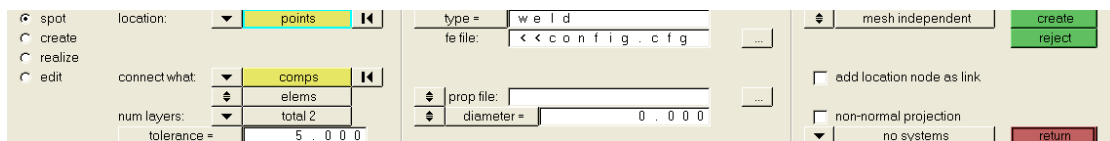

图 6-40 Spot 面板
(1) 进入 Spot 面板：在 Connector Browser 的 connector 窗口中单击右键，在弹出菜单中选择 Create > Spot，进入 spot 子面板，如图 6-40 所示。
(2) 确认当前的 component 为 Con_Frt_Truss。
(3) 将 location:对象选择器切换为 points。
(4) 单击 points 对象选择器，选择 by collector>component Con_Frt_Truss，单击 select，这样就选择了其上的 6 个预定义的焊点。
(5) 在 connect what:栏单击 comps 对象选择器,接着单击 component Front_Truss_1 和 Front_Truss_2。
(6) 在同一栏,将 elems 切换为 geom。
(7) 在 tolerance =中设定值为 5,这样 connector 会自动连接距离其 5 以内的任何已选择的对象。
(8) 在 type=中选择 weld。
(9) 单击 create 按钮。
(10) 单击 return 按钮。